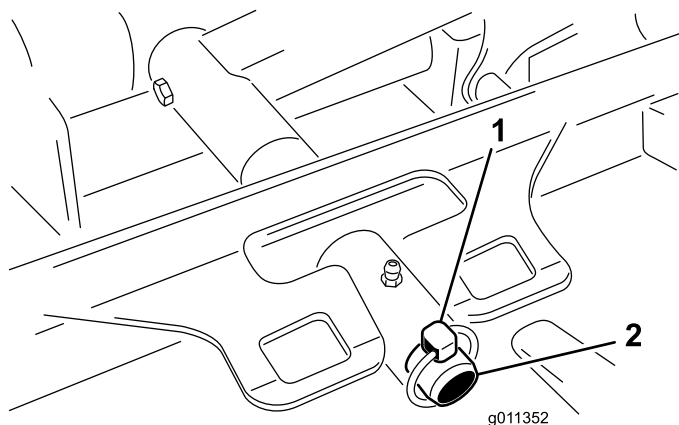

Figura 125
3. Îndepărtați cuiul de osie (pentru mainile Groundsmaster 4500) sau piulia de fixare (pentru mainile Groundsmaster 4700) care fixează cadrul de susținere al unității de tăiere pe tiftul de pivotare al braului de ridicare (Figura 125).
2. Glisai cadrul de susinere al unității de tăiere pe tiftul de pivotare al braului de ridicare (Figura 125). Fixai unitatea de tăiere pe tift cu cuiul de osie (pentru mainile Groundsmaster 4500) sau piulia de fixare (pentru mainile Groundsmaster 4700).